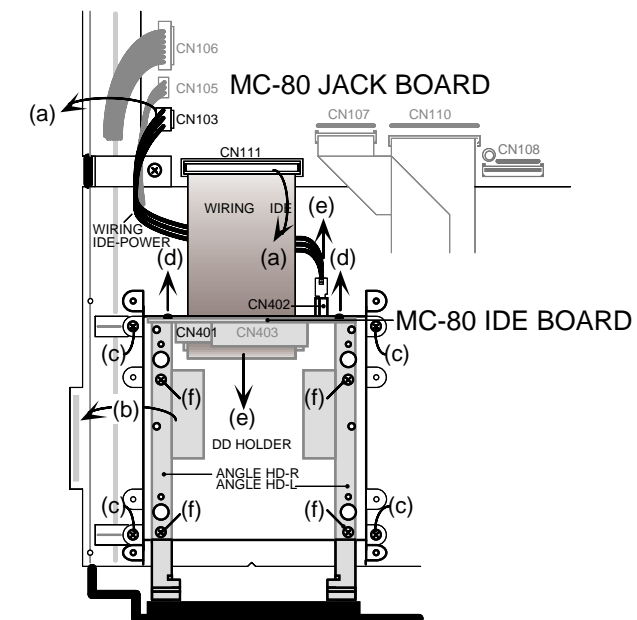

fig4. before installing the ZIP-INT-1A
- Remove the WIRING IDE and the WIRING IDE-POWER from the MC-80 JACK BOARD's connectors (CN111,CN103). (See fig.4-(a))
- After taking off a shield sheet from the DD HOLDER gently, (See fig.4-(b)) remove 4 screws connecting the DD HOLDER and the boss of a top case.(See fig.4-(c))
- Remove 2 screws connecting the MC-80 IDE BOARD and the ANGLE HD L/R.(See fig.4-(d))
- Remove the WIRING IDE and the WIRING IDE-POWER from the MC-80 IDE BOARD's connectors(CN401,CN402) on the DD HOLDER.(See fig.4-(e))
- Remove 4 screws connecting the DD HOLDER and the ANGLE HD L/R.(See fig.4-(f))
- WIRING IDE と WIRING IDE-POWER をジャックボードの CN111,CN103 から取り外します。(fig.4-(a) 参照)
- DD ホルダーに付いているシールドシートを丁寧にはがした後、(fig.4-(b) 参照) DD ホルダーとトップケースのボスを止めているネジ 4 本を外します。(fig.4-(c) 参照)
- IDE ボードとアングル HD-L/R を止めているネジ 2 本を外します。(fig.4-(d) 参照)
- 取り外した DD ホルダーに付いている IDE ボード上の WIRING IDE と WIRING IDE-POWER を CN401,CN402 から外します。(fig.4-(e) 参照)
- DD ホルダーとアングル HD-L/R を止めているネジ 4 本を外します。(fig.4-(f) 参照)